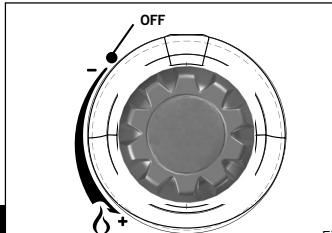

Fig. 1
- Voor dat de gastovoer aangesloten wordt, eerst controleren of de gaskraan van het toestel in de uit stand staat door de bedieningsknop helemaal rechtsom te draaien (zie fig. 1).
- Om de gasfles aan te sluiten, eerst controleren of de gaskraan van het toestel in de uit stand staat door de bedieningsknop rechtsom te draaien tot aan zijn aanslag (zie fig. 1).